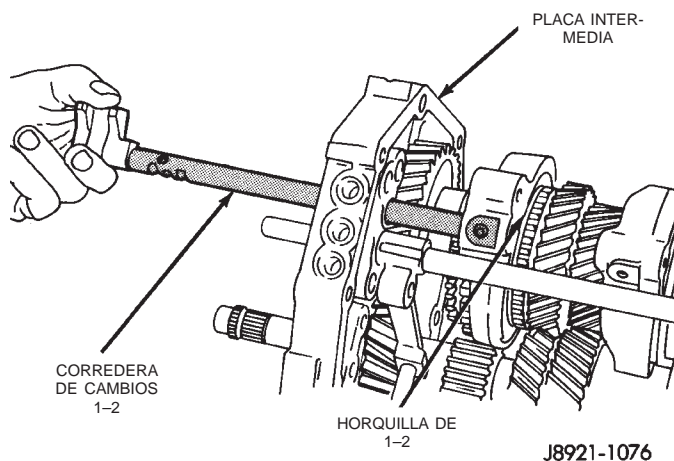

Fig. 74 Desmontaje de corredera de cambios 1-2
(26) Retire la corredera de cambios 1-2 de la horquilla de cambio 1-2 y la placa intermedia (Fig. 74).